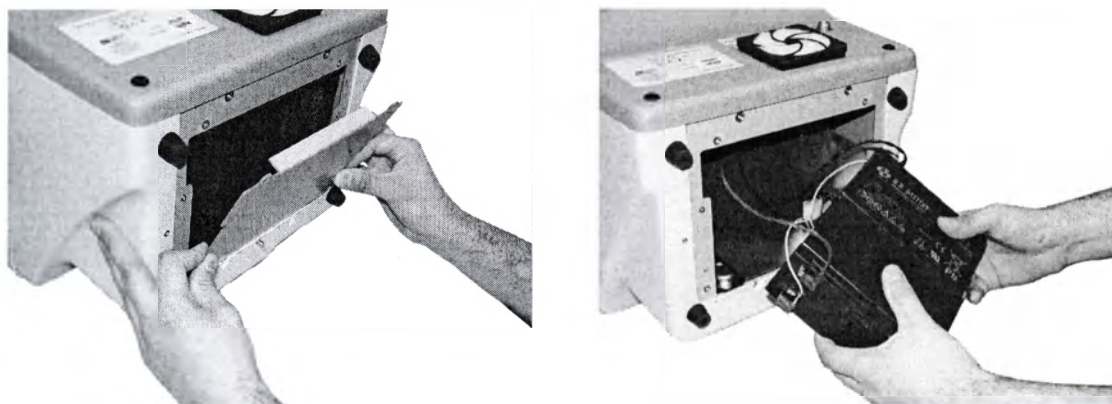

Рисунок 6.5 – Замена аккумуляторов
- Открутить 4 винта крышки отсека аккумуляторов. Откиньте крышку и вытащите ее из пазов в корпусе прибора (рис. 6.5).